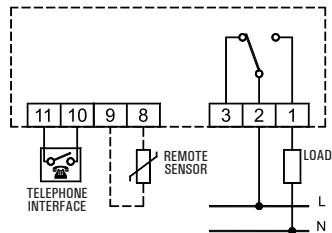

Fig. 3
3. Realizar las conexiones eléctricas siguiendo el esquema de conexión de Fig. 3.